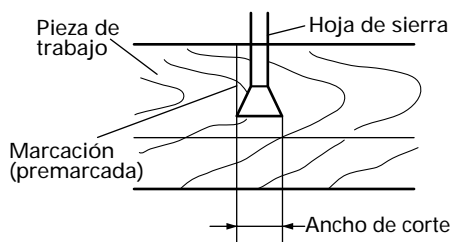

Fig. 18
- (1) Encienda el marcador láser y efectúe una ranura de aproximadamente 3/16" (5mm) de profundidad en una pieza de trabajo de unos 1-1/2" (38mm) de alto y 3-1/2" (89mm) de ancho. Sostenga la pieza de trabajo ranurada mediante el tornillo de carpintero tal como está, y no la mueva. (Fig. 18)